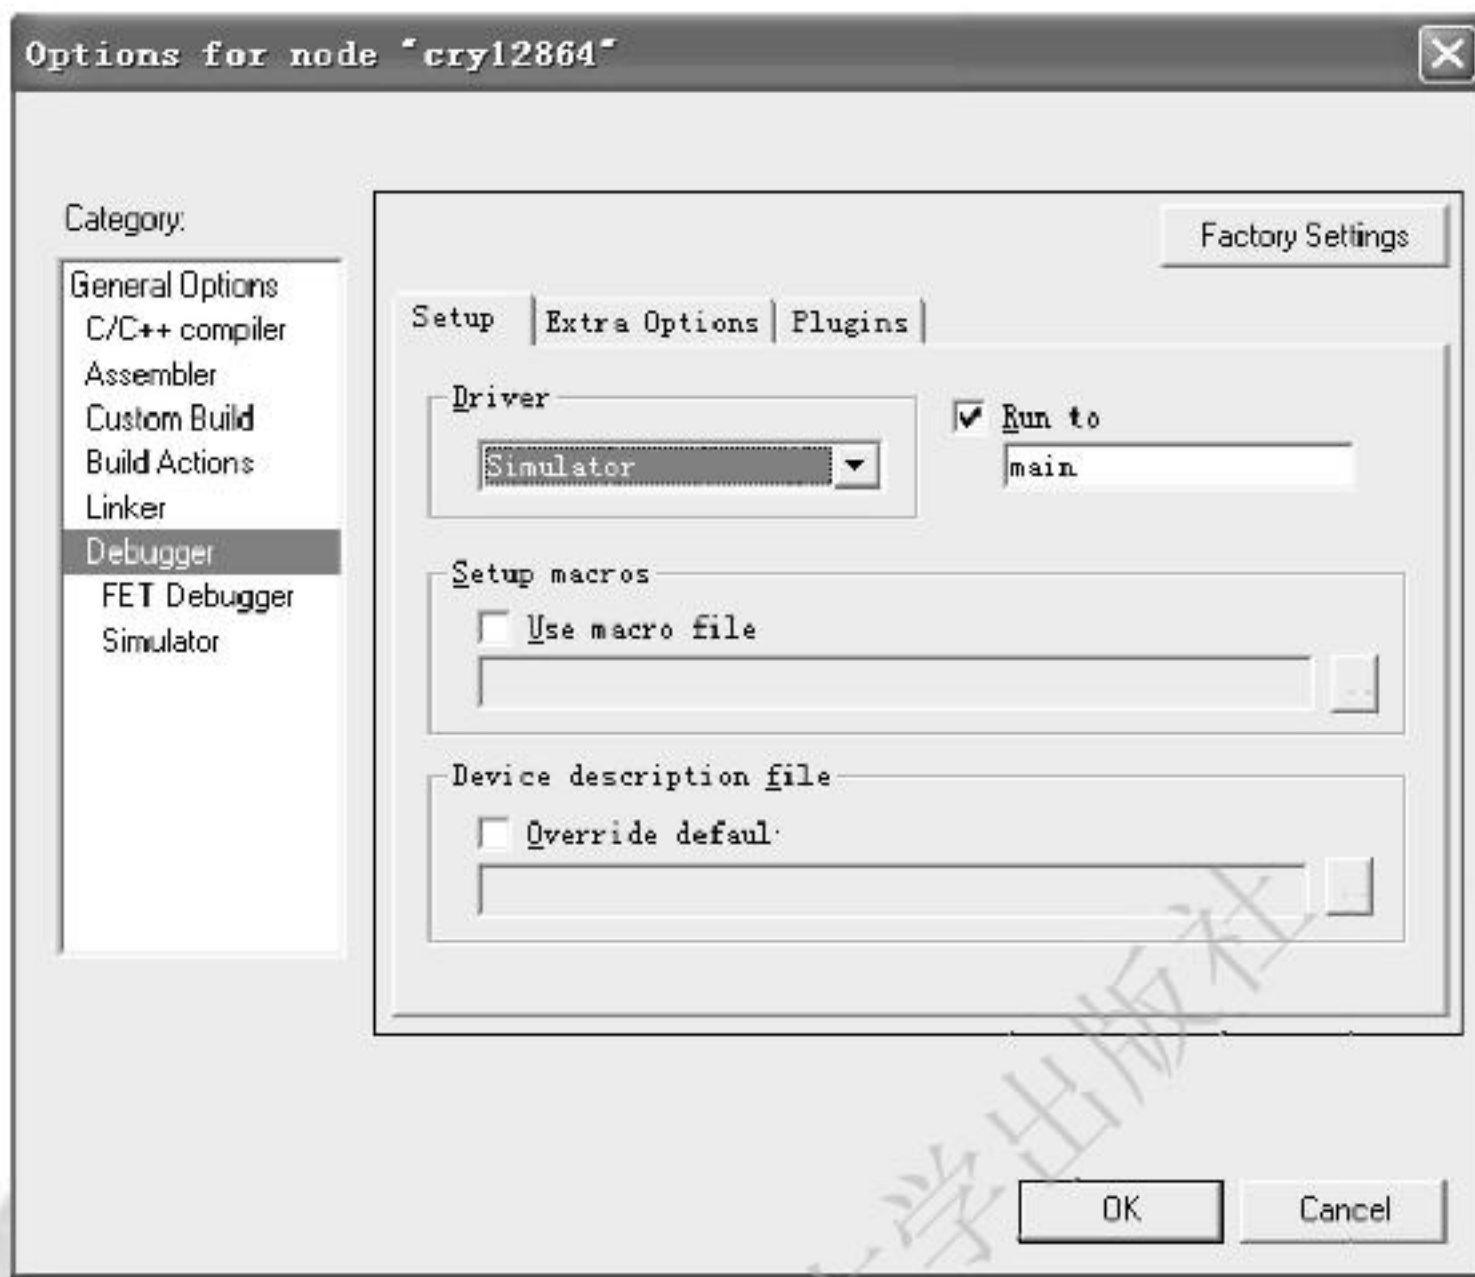

图 4-16 仿真器选择
② 单击 Category 下面的 Debugger(见图 4-16),在 Driver 下拉列表框中,可以看到 Simulator 和 FET Debugger 两个选项。若选择 Simulator,则可以用软件模拟硬件时序,实现对程序运行的仿真观察;若选择 FET Debugger,则需要通过仿真器将 PC 上的软件与开发板上的 MCU 进行连接,然后就可以进行硬件仿真了。